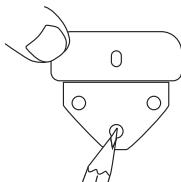

Рис. 4
1. Подберите необходимую высоту подвеса и отметьте на стене требуемое положение кронштейна (рис. 4).